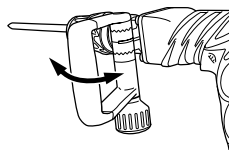
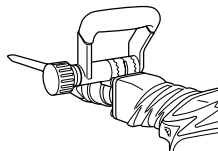
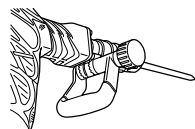

Fig. 6
Fig. 7
Fig. 8
- (2) Régler la poignée à une position facilitant le fonctionnement vertical (de haut en bas), comme indiqué à la Fig. 6, la Fig. 7 et la Fig. 8.
- (3) Tourner la saisie dans le sens de Ⓑ et fixer la poignée.